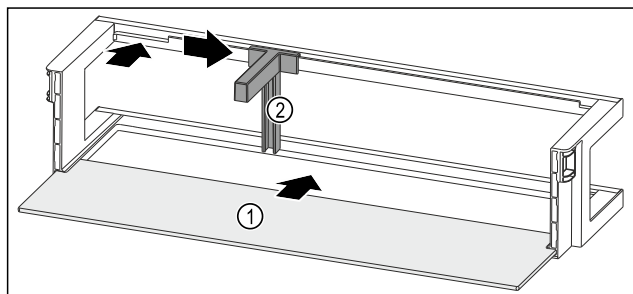

Fig. 51 Ajtópolc tárolólappal
- ▶ Tolja be a tárolólapot Fig. 51 (1) az oldalsó mélyedésekbe.
- ▶ Helyezze be a palacktartót Fig. 51 (2) a mélyedésbe.
- ▶ Tolja oldalra a kívánt pozícióba a palacktartót Fig. 51 (2).